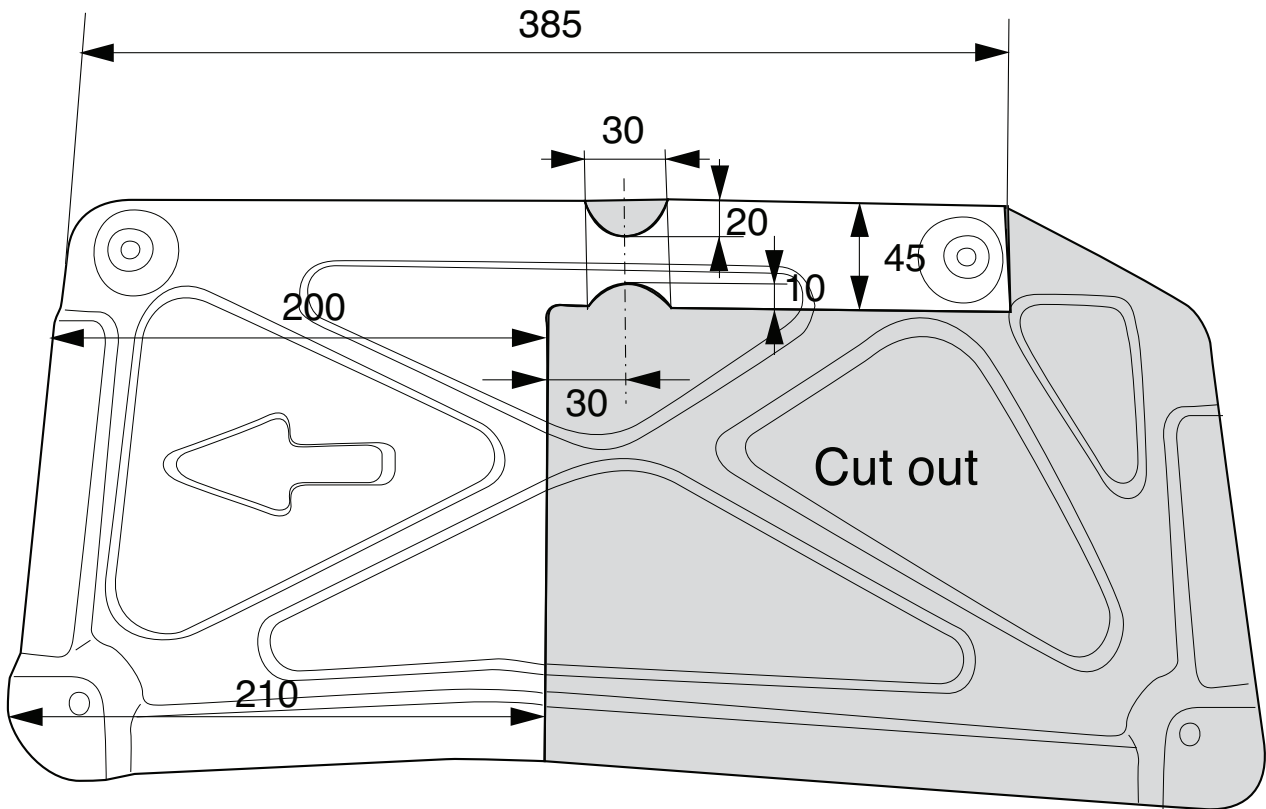

Fig.3
17. Выпилить обозначенные части, как указано на рис. 3 и 4.